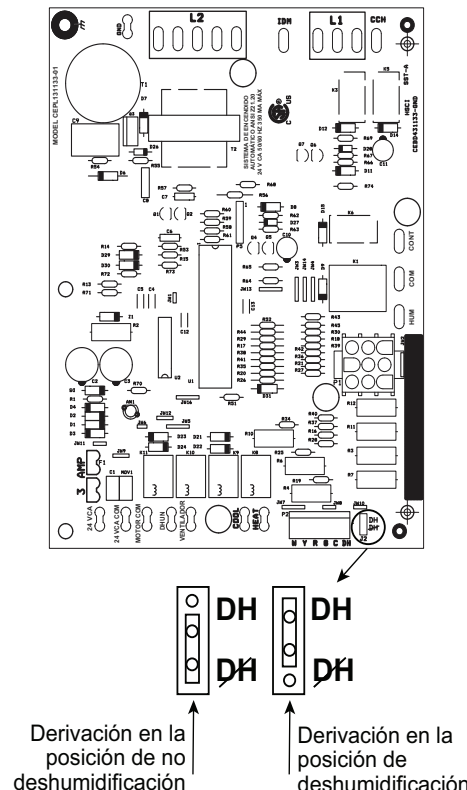

Fig. 13 – Placa del IGC monofásico
Esta unidad viene configurada de fábrica para su uso con una sola velocidad del ventilador de enfriamiento. En el caso de los modelos monofásicos, la velocidad de enfriamiento tiene la marca "COOL" (Enfriamiento) en el IGC (consulte la Fig. 13). La configuración de fábrica se indica en la Tabla 7. Hay disponible hasta 3 cables adicionales de la toma de velocidad para su uso en el modo de calefacción a gas, el modo de enfriamiento o el modo de ventilador continuo (para ver la codificación por colores de los cables del motor del ventilador interior, consulte la Tabla 6). Para los modelos monofásicos, uno de los cables adicionales de la toma de velocidad está conectado al ventilador continuo y los otros 2 cables se envían sueltos en la caja de control cerca del IGC.
1. Mueva el puente de la derivación de la placa del IGC a "DH" (consulte la Fig. 13).